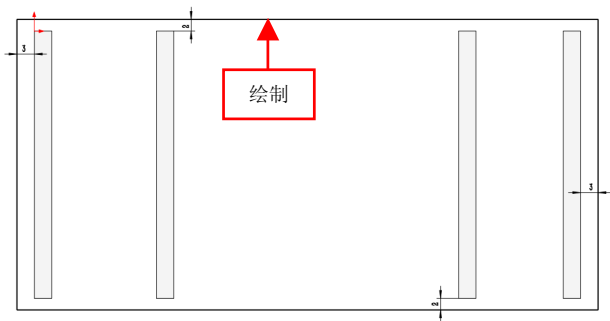

图 15-19 绘制草图对象
(1) 单击【拉伸凸台/基体】按钮，选取上视基准面为草图绘制基准面，单击【边角矩形】按钮，绘制相应的矩形对象，如图 15-19 所示。